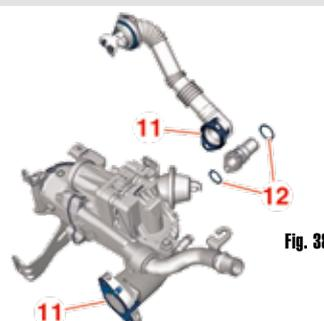

Fig. 38
- Rispettare la posizione dei perni di tenuta delle guarnizioni **(11)** (Fig. 38).